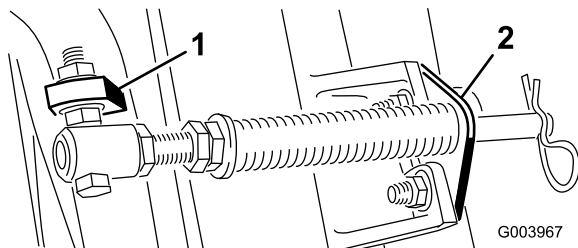

Figura 5
Nota: Posicione a cabeça do parafuso para o lado exterior do separador como se mostra na Figura 5.
- D. Monte o suporte da barra nos separadores da unidade de corte com os parafusos de carroçaria e as porcas (Figura 5).